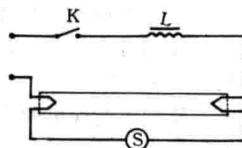

图 2
2. 自感 变化的电流流经线圈时, 在其两端能够获得感应电动势, 此现象即称自感。日光灯是利用自感的一个简单例子(图 2)。